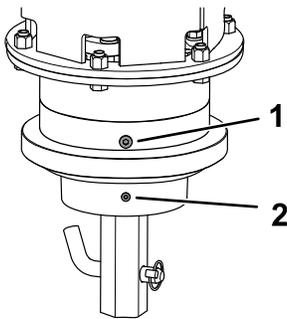

Figura 11
3. Retire el tapón de verificación del aceite (Figura 11).
2. Retire el tapón de vaciado de aceite (Figura 11).
3. Cuando el aceite se haya vaciado por completo, gire el cabezal de transmisión hasta que la barrena esté en posición vertical (Figura 11).